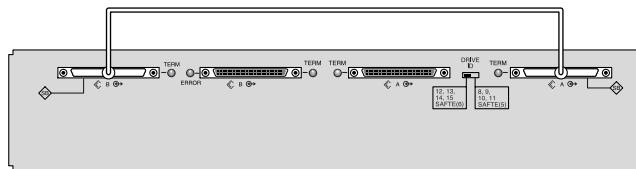
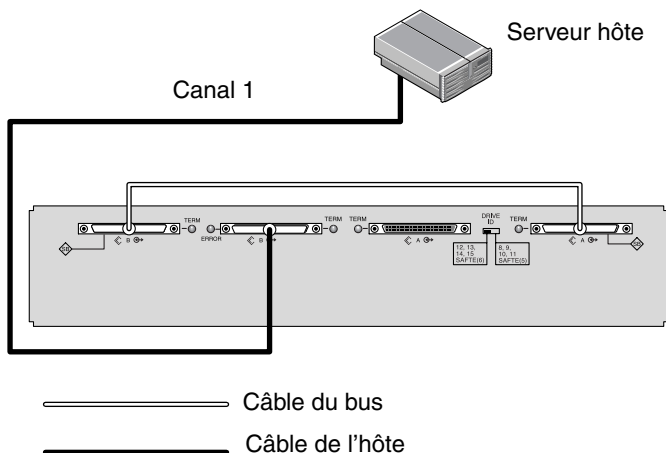
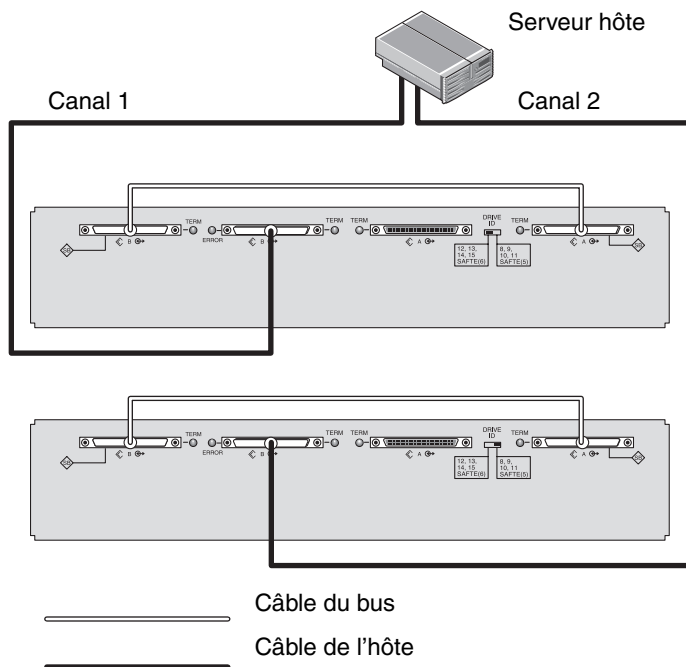

FIGURE 4-8 Câblage d'une unité JBOD monobus
FIGURE 4-9 Unité JBOD reliée directement à un hôte (monobus)
FIGURE 4-10 Unités JBOD reliées directement à un hôte (monobus)
2. Reliez la baie JBOD à un serveur hôte à l'aide de câbles SCSI, comme illustré dans les FIGURE 4-8, FIGURE 4-9 ou FIGURE 4-10.
Dans la FIGURE 4-9, le serveur hôte est relié au port de sortie B. Le tableau suivant indique les ID d'unités concernant la FIGURE 4-9.
Dans la **FIGURE 4-10**, le serveur hôte est relié au port de sortie B. Le tableau suivant indique les ID d'unités concernant la **FIGURE 4-10**.